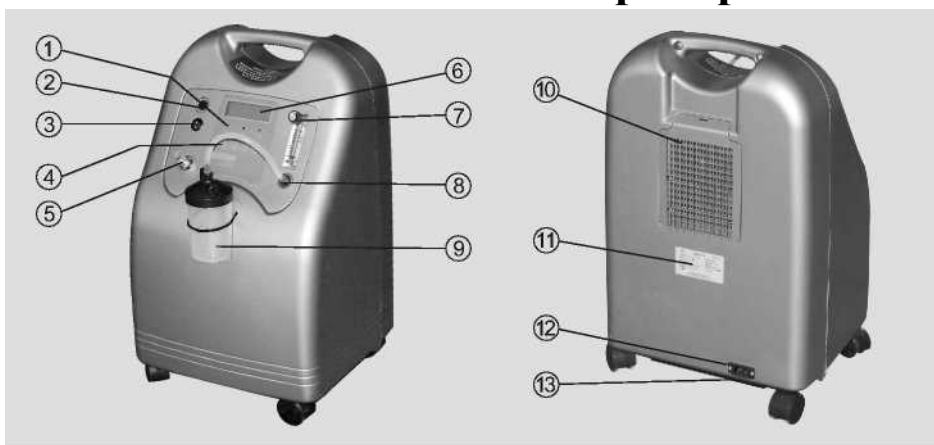
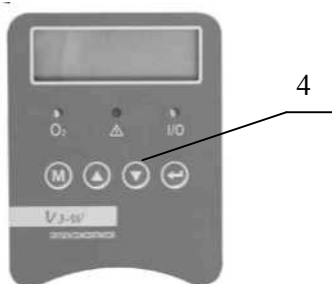
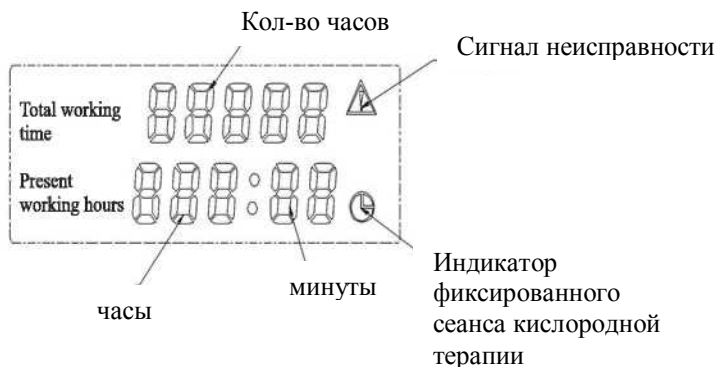

рис. 1
Рис. 2
рис. 3
**4) Кнопки управления** (рис. 1 и рис. 2), устанавливают период времени продолжительности кислородной терапии.
**6) Жидкокристаллический дисплей** (рис. 1 и рис. 3). Отображает общее время работы кислородного концентратора, а также отрезки времени кислородной терапии, которые пожелает проконтролировать или задать пользователь, чтобы максимально точно следовать индивидуальному режиму кислородной терапии, конкретного пациента.